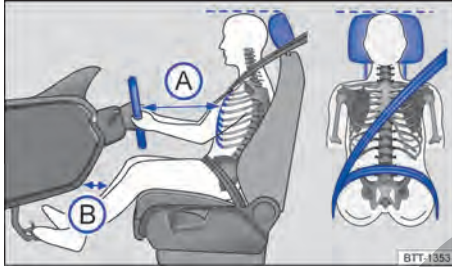

Fig. 19 Distancia correcta del conductor con relación al volante, posición correcta de la banda del cinturón de seguridad y ajuste correcto del apoyacabezas.
- Ajustar el asiento de modo que la distancia entre el volante y el tórax sea como mínimo de 25 cm → fig. 19 (A) y que el conductor pueda sujetar el volante del borde exterior con las dos manos y los brazos ligeramente flexionados.
- Ajustar el asiento del conductor de manera longitudinal para que los pedales se puedan accionar con las piernas ligeramente dobladas y la distancia de la zona de la rodilla con el panel de instrumentos sea de al menos 10 cm → fig. 19 (B).